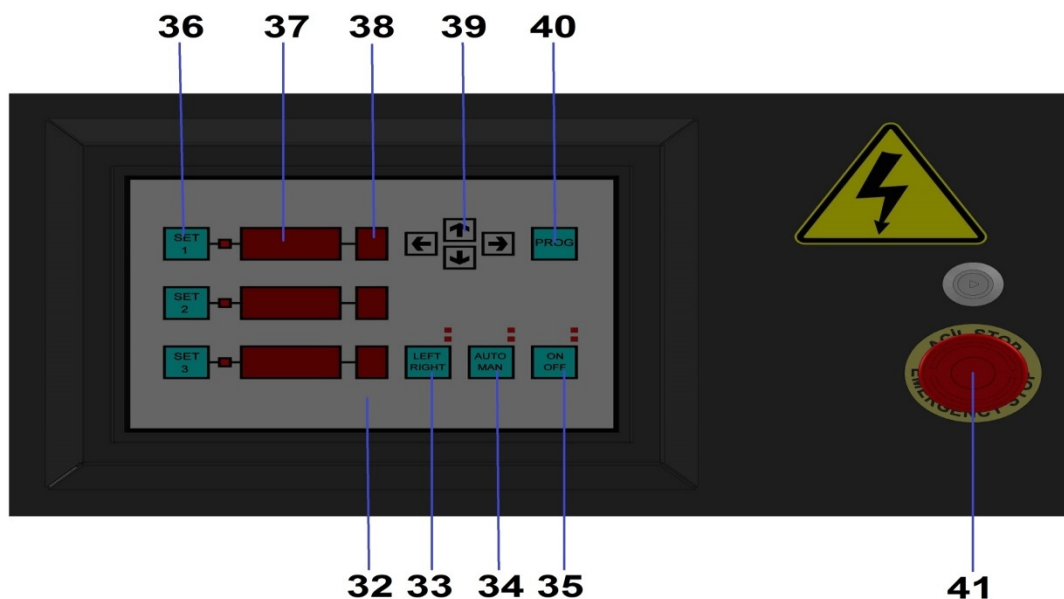

Abbildung 6: 380V Digitale Steuerungstasten
- Nachdem Sie die SET-Taste auf dem Bedienfeld gedrückt haben, geben Sie den gewünschten Wert durch Betätigen der PROG-Taste ein. Stellen Sie den gewünschten Winkelwert auf der Winkelanzeige (s. Abb. 6, Pos. 37) mithilfe der Auf- und Abwärtspfeile (Abb. 6, Pos. 39) ein. Drücken Sie anschließend den rechten Richtungspfeil, um zur Mengenanzeige (Abb. 6, Pos. 38) zu wechseln und geben Sie dort den gewünschten Mengenwert ein. Nach Eingabe der Winkel- und Mengenwerte drücken Sie den Abwärtspfeil, um zur nächsten Zeile zu gelangen. Drücken Sie abschließend die PROG-Taste, um die Einstellungen zu übernehmen. Beachten Sie, dass pro Zeile in der Mengenanzeige ein maximaler Wert von 9 eingegeben werden kann.
- Nachdem Sie alle Einstellungen abgeschlossen haben, können Sie den Serienbiegevorgang starten, indem Sie die AUTO-Position mit der MAN-AUTO-Taste (s. Abb. 6, Pos. 34) auswählen.
- Im Notfall können Sie die Maschine sofort anhalten, indem Sie die Not-Aus-Taste (s. Abb. 6, Pos. 41) auf dem Bedienfeld betätigen. Nach dem Wiedereinschalten der Maschine wird der Prozess an der Stelle fortgesetzt, an der er unterbrochen wurde.